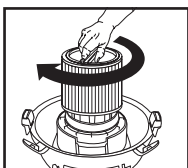

FIGURE 16
20. Maintenez le couvercle du réservoir d'une main, tournez la poignée du porte-filtre dans le sens horaire pour la serrer, en verrouillant ainsi le filtre en place. **FIGURE 16.**